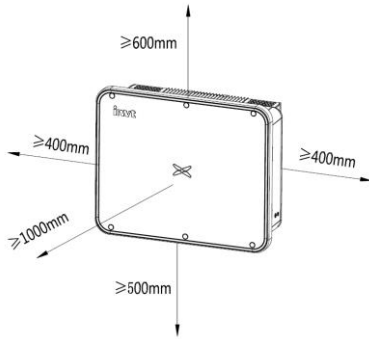

图 4.4 逆变器安装间距
(3) 安装多台逆变器时，需要在逆变器之间预留一定的间距，左右间距如图 4.4 所示，同时逆变器上下部分均需留出足够的距离，以确保其散热良好。